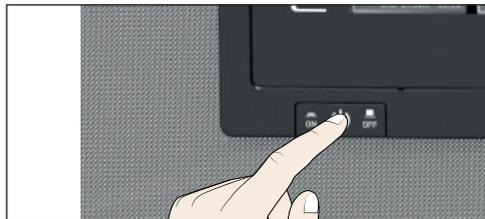

Fig. 26 Desligar o aparelho
5. Desligar o aparelho no interruptor principal (Fig. 26).